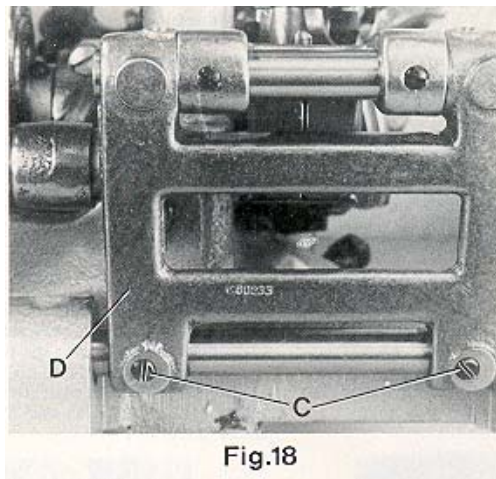

Fig.18
If an adjustment is necessary loosen the two set screws (C, Fig. 18) and move feed rocker (D) to the left or right as required. Retighten set screws.
El alimentador inferior (A, Fig. 17) debe estar centrado lateralmente en la ranura de la plancha de aguja (B). De ser necesario algún ajuste, suelte los dos tornillos de sujeción (C, Fig. 18) y mueva el eje oscilante (D) a la izquierda o derecha, como sea requerido. Apriete los tornillos de sujeción.